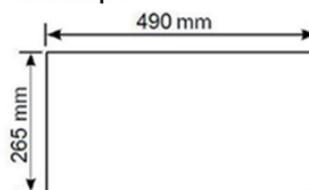

Fig. 1
- Faites une découpe dans le meuble haut de la taille indiquée sur l'image ci-dessous fig 1. Assurez-vous que la distance entre le bord de la découpe et le bord du meuble est supérieure à 35 mm.